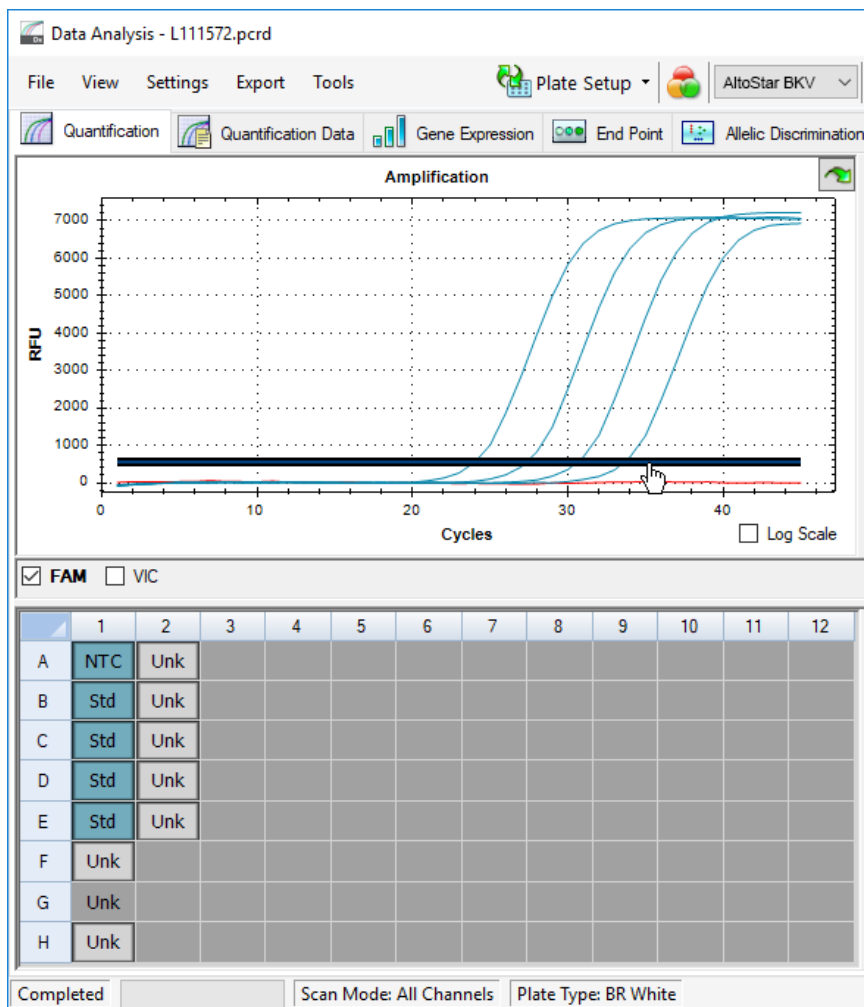

Abb. 10: Fenster Data Analysis (Datenanalyse): Festlegen des FAM™ Schwellenwerts
5. Entfernen Sie links im Fenster Data Analysis (Datenanalyse) das Häkchen aus dem Kontrollkästchen neben **VIC** und setzen Sie das Häkchen im Kontrollkästchen neben **FAM** für den Detektionskanal der BKV-Zielsequenz (siehe Abbildung 10).
- Wählen Sie nur die Wells mit der NTC und den QS in der Platten-Ansicht des Fensters Data Analysis (Datenanalyse) aus (siehe Abbildung 10).
- Ziehen Sie den Schwellenwert deutlich über das Signal der NTC hinaus in den exponentiellen Bereich des Signals der QS (siehe Abbildung 10).